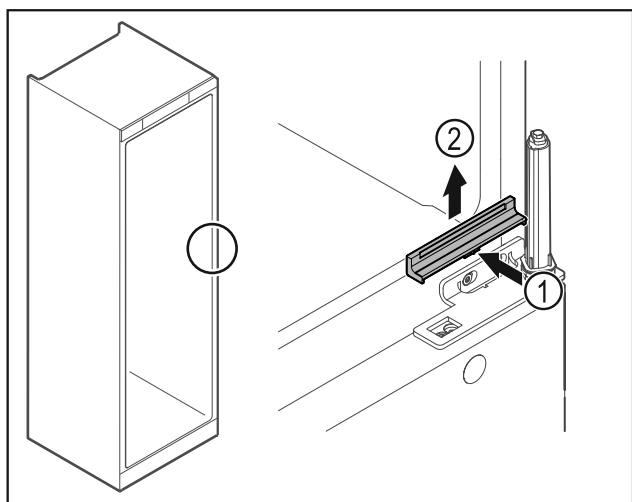

Fig. 26
- Šiek tiek įspauskite dengiamąją plokštelę Fig. 26 (1) viduryje ir nuimkite į viršų Fig. 26 (2).